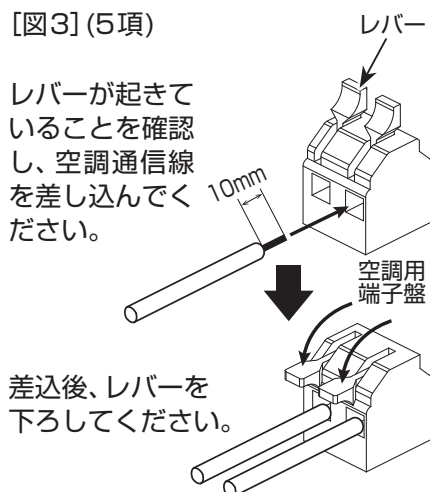

図4(6項)
- ロスナイ線を接続する場合は、ロスナイ用端子盤に確実に接続する。[図4]